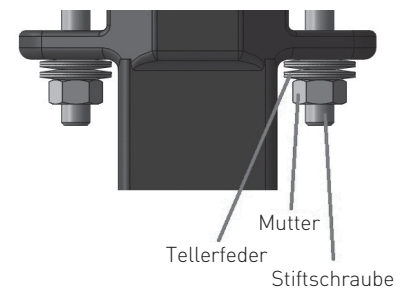

Abb. 8 – Installieren der Packung
- Den ersten Extrusionssicherungsring (9), die Packung (10), den zweiten Extrusionssicherungsring (9), den Wellenhalterung (11), die Tellerfedern (15) und die Stopfbuchse (12) in die obere Lagerkammer des Gehäuses (1) einsetzen. (siehe Abb. 8)
- Die Scheibenbaugruppe (2-7) in ZU-Stellung halten und die Stopfbuchsmuttern (16) anziehen. Die Muttern sind korrekt angezogen, wenn die Stopfbuchsbürste (13) bündig mit dem Kopfflansch des Klappengehäuses (1) abschließt. Die Anzugsdrehmomente können der folgenden Tabelle entnommen werden.